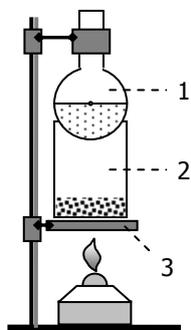

Рис. 5. Установка для получения кристаллического иода
**А. Получение кристаллического иода.** Собрать установку (рис. 5). На асбестированную сетку (3) поставить стакан (2), в который поместить по 0,5 г измельченных иодида калия и оксида марганца и хорошо перемешать. Затем добавить 7-8 капель конц. H2SO4 и накрыть стакан колбой (1) с холодной водой. Подогревать смесь в течение 20 мин. Что наблюдается? По окончании реакции прекратить нагрев и показать установку и результаты опыта группе. (Затем кристаллы иода соскрести с колбы и сдать препаратору.)